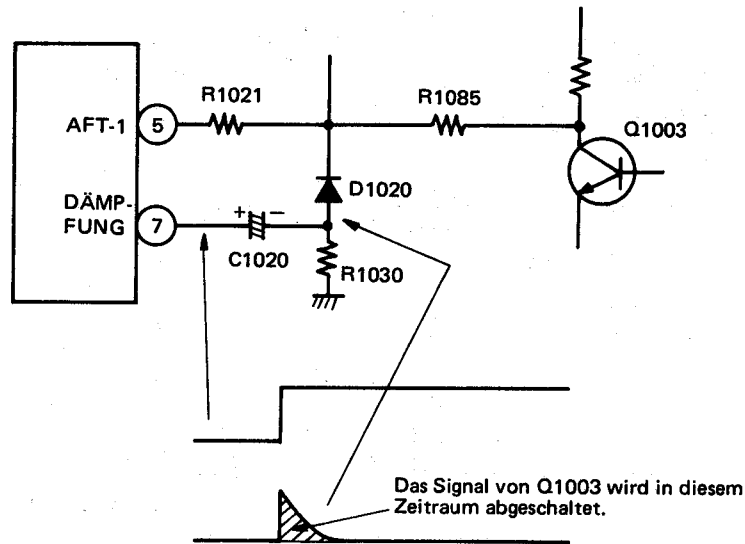

Abbildung 10.
Beginnt die Suche bei Empfang und Speicherung des Fernsehsignals, wird dem Stift ⑤ (AFT-1) des I1001 ein Impuls zugeleitet (Abb. 10). Dadurch ist Suchstopp möglich, selbst wenn kein Fernsehsignal empfangen wird.